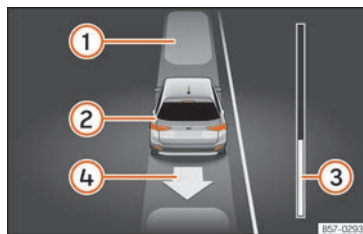

Fig. 253 En la pantalla del cuadro de instrumentos: desaparcicar de un hueco en línea.
Legenda de la **fig. 253**:
La barra de progreso » fig. 253 ③ indica la distancia que hay que recorrer » pág. 300.